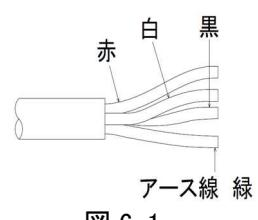

図 6-1
- 機械単独のD種接地工事を行ってください。(図6-1参照)